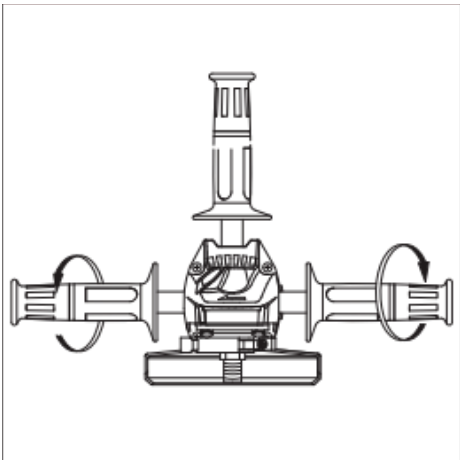

Imagen 1
- \* **Mango de soporte:** Por favor use el mango de soporte a fin de realizar el trabajo de forma segura y convenientemente. El mango de soporte puede ser ensamblado en ambos lados de la herramienta (Imagen 1).